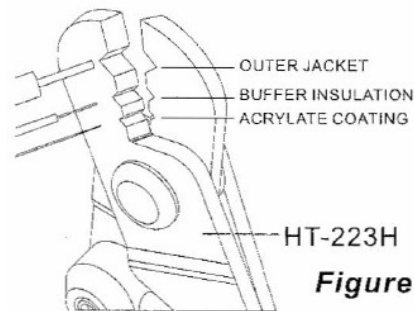

Figure 2
La parte eccedente dei fili verrà tagliata con la forbice HT-C 151. (fig. 2)
Step 4 . Togliere **18 mm** (ST / SC) di buffer isolante 900um con il secondo foro dell' HT-223H, e quindi utilizzare l'ultimo foro di HT-223H per rimuovere il rivestimento di acrilato (Fig. 2). Pulire la fibra con il liquido HT-MN012 / HT-MN008.